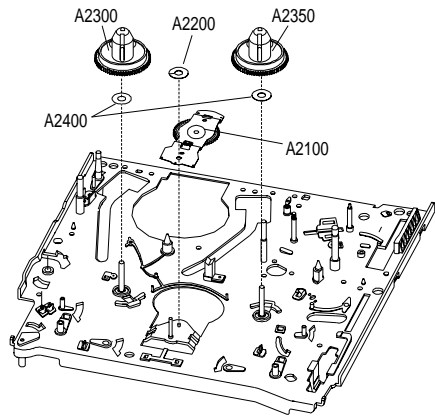

Fig. 20
- Nach dem Ausbau des Bandzugfühlers (Pkt. 3.7) und der Wickeltellerbremsen (Pkt. 3.8) sind die Wickelteller (Pos. A2300 / A2350, Fig. 20) abnehmbar.
- Sicherungsscheibe (Pos. A2200, Fig. 20) abnehmen.
- Schwenkrad (Pos. A2100, Fig. 20) herausnehmen.